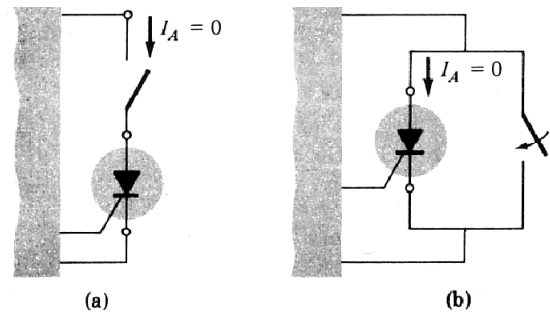

Figura 1.34 Interruption de la corriente de ánodo de un SCR
- **Interrumpir** la corriente del ánodo (Figura 1.34 a). En esta Figura se observa una de las formas posibles de interrumpir la corriente del ánodo:
- **Conmutación forzada:** consiste en forzar la corriente a través del SCR, en dirección opuesta a la conducción directa. (figura 1.34 b).